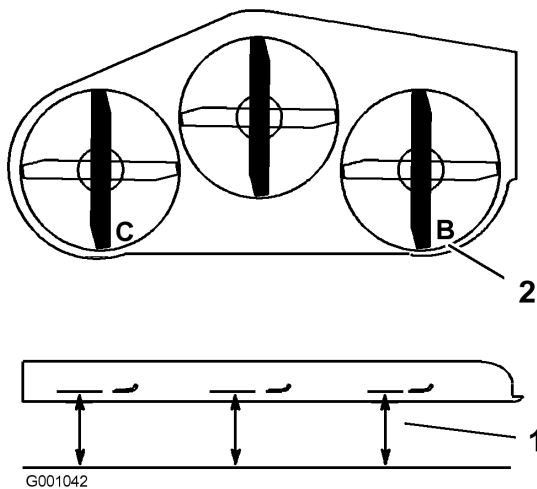

Figure 72
- Tournez la lame droite dans le sens longitudinal (Figure 72).
- Mesurez la distance au point **B** entre la surface plane et le tranchant de la pointe de la lame droite (Figure 72).
- Tournez la lame gauche dans le sens longitudinal (Figure 72).
- Mesurez la distance au point **C** (Figure 72) entre la surface plane et le tranchant de la pointe de la lame gauche.